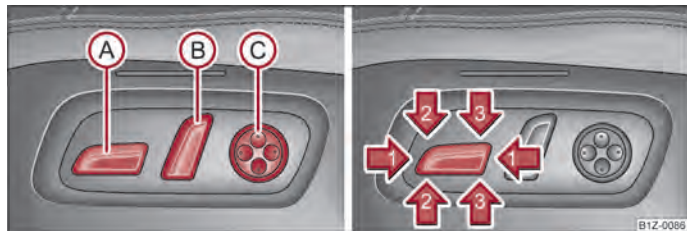

Fig. 43 Vista lateral: Ajustar los elementos de manejo del asiento/conmutador de ajuste de asiento
- Presionar el conmutador ① ⇒ fig. 43 hacia delante o bien hacia atrás ①.